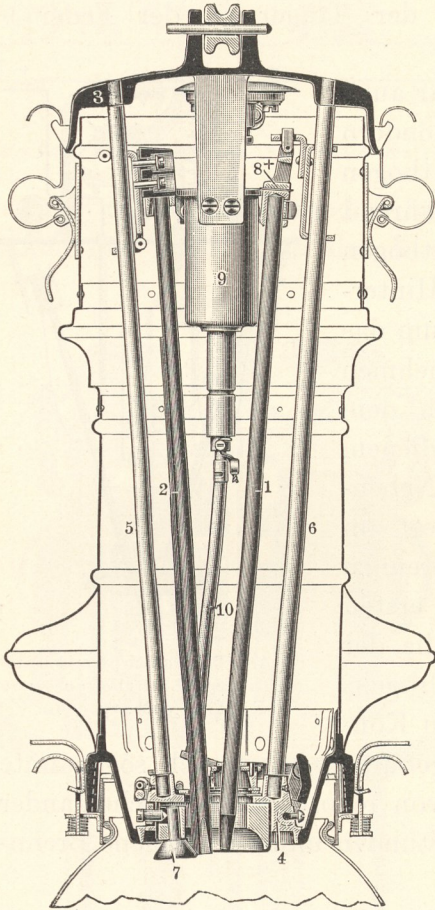

Fig. 475. Becklampe.
Die starke Entwicklung von Aschenstaub in den Flammenbogenlampen macht es nötig, den Reguliermechanismus sehr sorgfältig abzuschließen. Einen großen Fortschritt bedeuten daher die sogenannten *regelwerklosen Bogenlampen*, deren Regulierung ohne jedes Uhrwerk erfolgt. Das Vorbild dieser Lampen bildet die *Becklampe* (Fig. 475). Sie ist eine Stützkohlen-Effektbogenlampe mit festem, ständig gleichbleibendem Elektrodenabstand. Von den beiden Kohlen 1 und 2, die im spitzen Winkel nebeneinander stehen, hat die eine (1) die übliche Form der Rundkohle; dagegen besitzt die andere (2) eine hervorragende Abbrennrippe aus Kohle. Das Hauptgerüst der